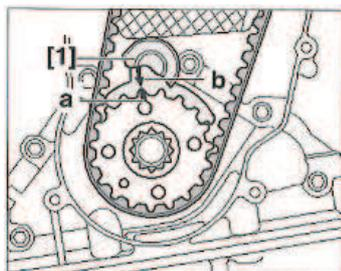

FIG. 1
- Útil de bloqueo del cigüeñal (1) [FIG. 1].
- 2 Colocar el útil (1) haciendo coincidir las marcas a y b. En esta posición, la parte superior del útil debe introducirse en el diámetro interior de la placa de estanqueidad [FIG. 1].